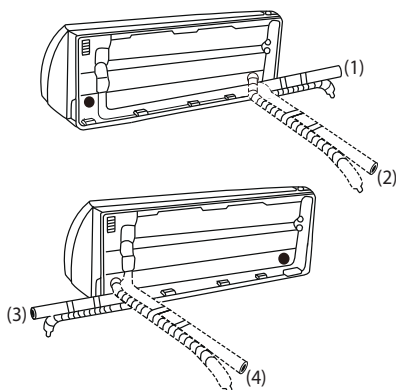

Fig. 11 – Emplacement de sortie de la tuyauterie
La tuyauterie de frigorigène peut sortir du module intérieur selon quatre emplacements différents vers l'avant du module (voir fig. 11) :
2. Si le trou du mur est situé derrière le module intérieur, laissez la pastille défonçable du panneau en place. Si le trou du mur est situé sur un des côtés du module intérieur, retirez la pastille défonçable en plastique du panneau sur ce côté du module (voir la figure 11). Vous disposerez ainsi d'une ouverture pour la sortie de la tuyauterie. Utilisez une pince à becs longs pour faciliter le retrait de la pastille défonçable, le cas échéant.